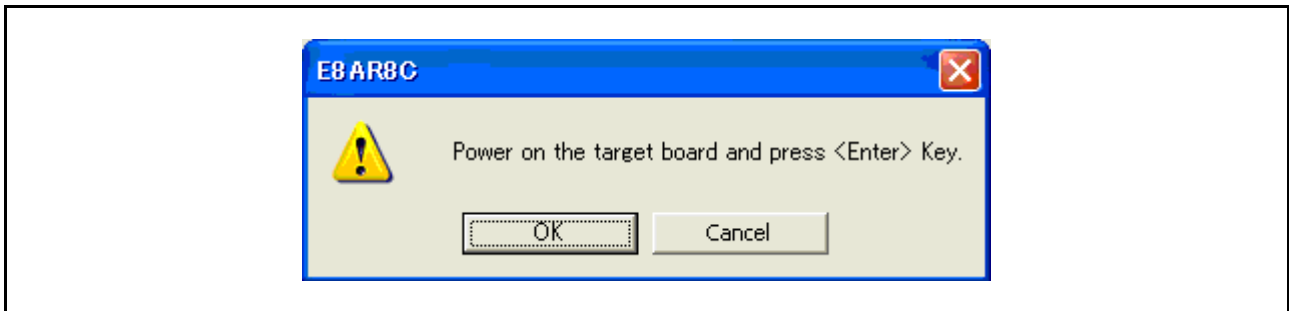

图 3.16 加电请求信息对话框
9. 如果未选中 [Power Target from Emulator (MAX 300mA)]（来自仿真器的电源目标（最大 300mA）），则显示如图 3.16 所示的对话框。